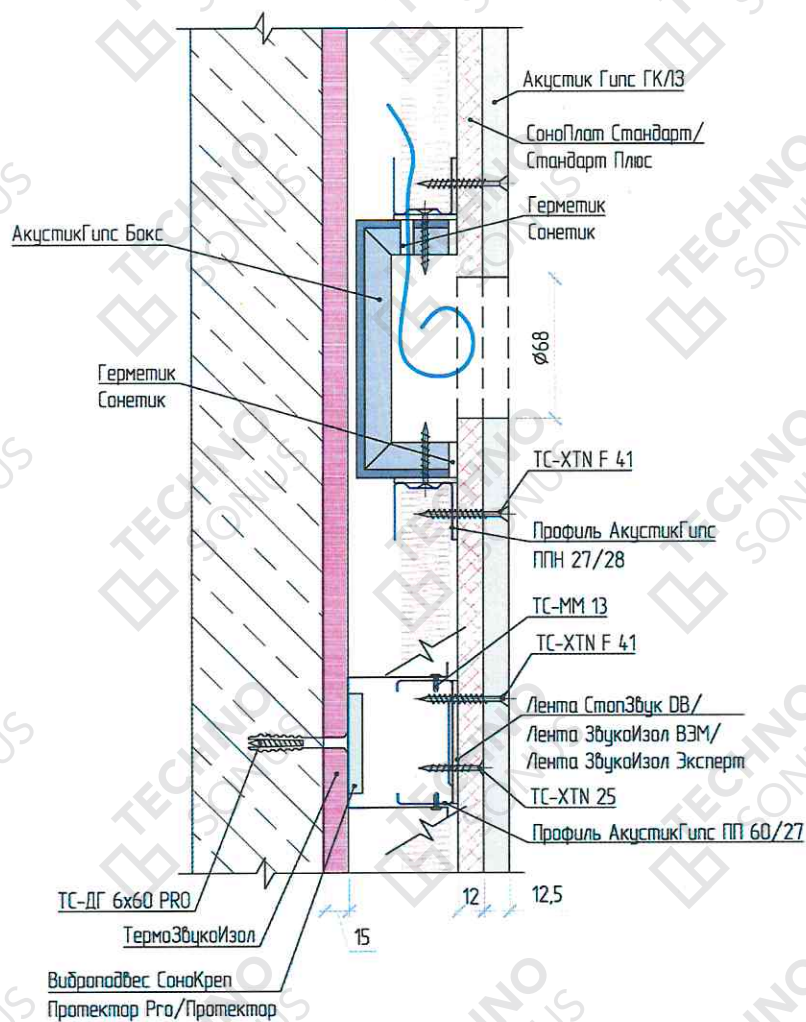

Рисунок 9 – Устройство звукоизоляции розеток в каркасной облицовке «Стандарт П». Подрозетник АкустикГипс Бокс
6.10. Выполнить установку звукоизоляционных подрозетников АкустикГипс Бокс (если предусмотрена проектом именно эта модель) при помощи устройства перемычек-закладных из профиля направляющего АкустикГипс Профиль ППН 28x27 (рисунок 9). Перед установкой АкустикГипс Бокс, в коробе необходимо просверлить отверстие диаметром больше сечения провода на 5 мм. Через него заводим провод и фиксируем к закладным на саморезы ТС-ММ 4,2x13. Важно установить АкустикГипс Бокс в одну плоскость с каркасом. После установки заполняем отверстие вокруг провода виброакустическим герметиком Сонетик.